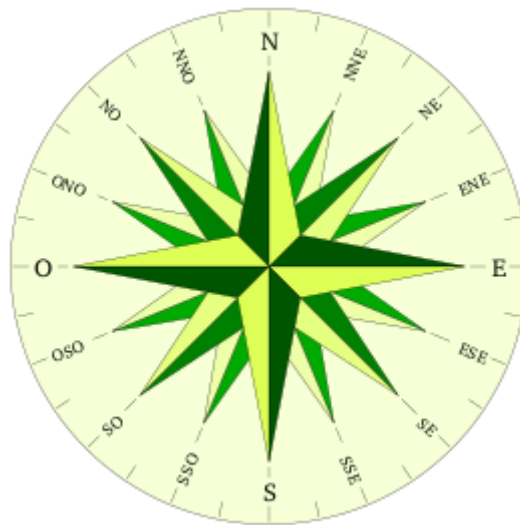

Figura 1. Rosa de los vientos.
- Segundo ejercicio: al ejercicio anterior se le añade el cálculo y disposición por pantalla de la dirección de la brújula, discretizada en los cuatro puntos cardinales, los cuatro rumbos laterales y los ocho rumbos colaterales tal como se muestra en la figura 1.